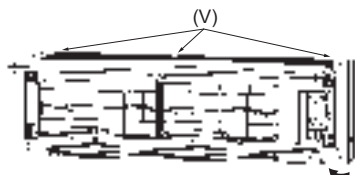
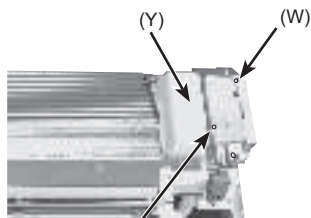

Fig. 6-3
Fig. 6-4
- (3) Suelte 3 ganchos. (Fig. 6-3)
- (4) Sujete el panel por los extremos inferiores y tire ligeramente hacia usted; a continuación, extraiga el panel empujándolo hacia arriba.
- (5) Retire las cubiertas frontal y lateral de la caja eléctrica (1 tornillo cada una). (Fig. 6-4)
- (6) Quite el corte de agua. (Fig. 6-4)